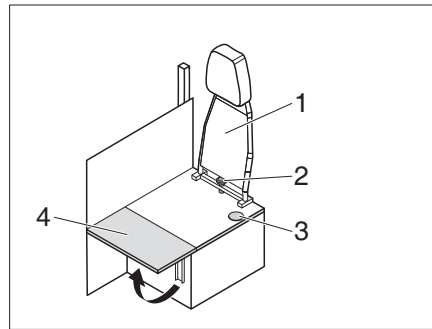

Fig. 203 Transformación del funcionamiento con el vehículo en marcha al funcionamiento para vivir y estar
- Desatornillar el tornillo de estrella (Fig. 203,2) y retirar el respaldo (Fig. 203,1) hacia arriba.
- Plegar hacia arriba la prolongación del banco de asiento (Fig. 203,4).
- ▷ Para la transformación del funcionamiento para vivir y estar al funcionamiento con el vehículo en marcha proceder en orden inverso al descrito. Asegurar que el cinturón de seguridad se introduce a través de la abertura (Fig. 203,3).